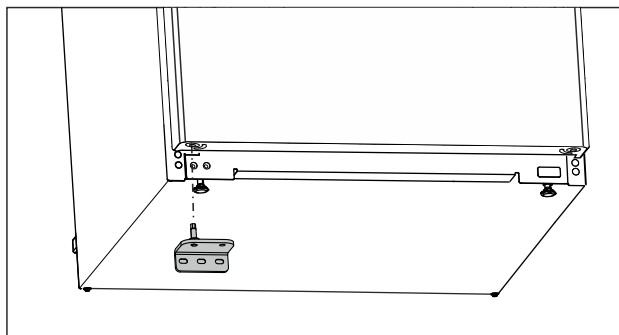

Fig. 21
- ▶ Włożyć dolną płytkę zawiasu po przeciwnej stronie. (patrz Fig. 21)